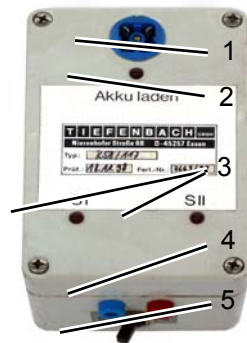

Fig. 65 Testgerät R58/117
- Die SSPV oder einen anderen metallischen Gegenstand an den Schalter heranführen und überprüfen, ob die LED's leuchten (s. Fig. 65)
- Einstellschraube feinfühlig nach rechts drehen, bis die Funktions-LED (s. Fig. 65) so gerade eben aufleuchtet.
Beim Einstellen der 600er Baureihe leuchtet die LED (s. Fig. 65) in zwei Einstellbereichen. Zum Einstellen ist die nachfolgende Arbeitsweise unbedingt zu beachten.
- SSPV herunterdrehen bis die LED (s. Fig. 65) bei SI und SII leuchtet.